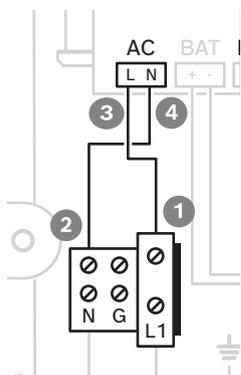

Figure 3.2: Connexions du voyant LED
4. Connectez le fil marron unique à la position 3, marquée d'un L (Figure 3.2).
5. Connectez l'autre extrémité du fil marron à la position 1 (Figure 3.2).
6. Connectez le fil bleu unique à la position 4, marquée d'un N (Figure 3.2).
7. Connectez l'autre extrémité du fil bleu à la position 2 (Figure 3.2).
2. Connectez le fil neutre à la borne N (Figure 3.2).
3. Connectez le fil de phase à la borne L1 (Figure 3.2).